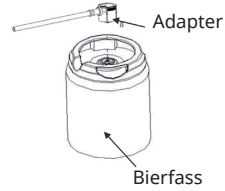

Abbildung 17
2. Befolgen Sie die Hinweise auf dem Bierfass, um den im Lieferumfang des Geräts enthaltenen Adapter (das Zapfventil) (siehe Abbildung 17 und 18) zu installieren. Schließen Sie den Adapter an den Zapfanschluss an. Der Bieranschluss ist nun verbunden (siehe Abbildung 19).